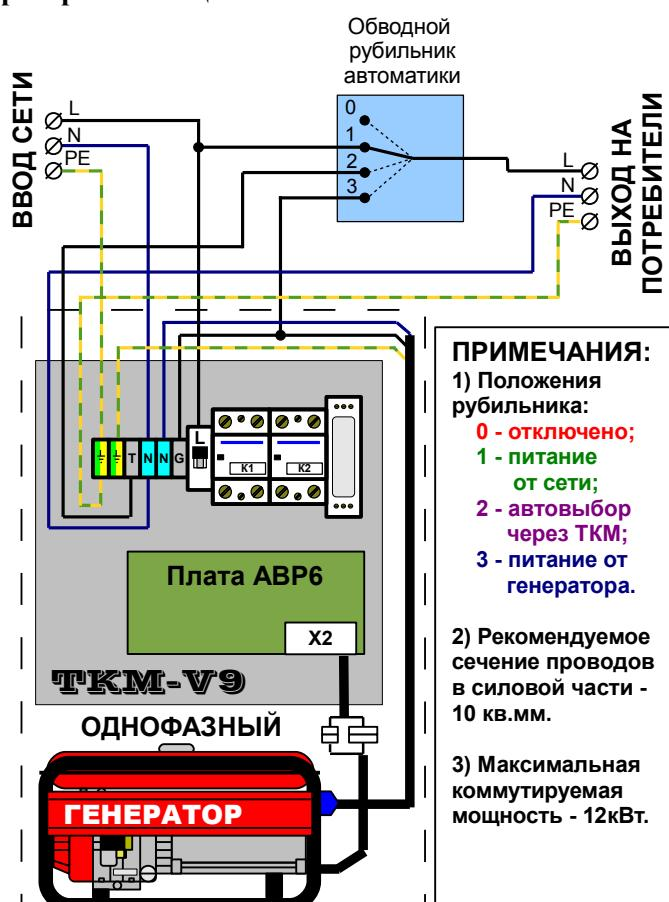

Рис.4.Схема подключения в 1 ф-ном режиме.
10. Подсоедините резервируемую линию (потребители) и ввод сети. Схема подключения показана на рис.4. **Обязательно подключите заземление!!! Без заземления устройство работать не будет!!!**